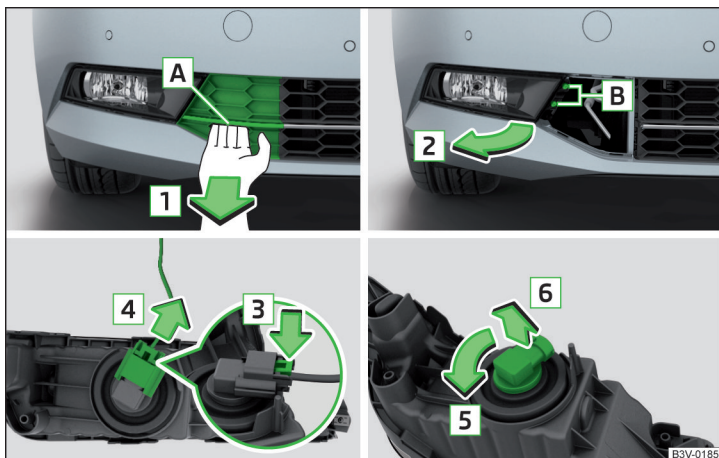

Fig. 264 Demontarea farului de ceață / înlocuirea becului
- › Introduceți degetele în degajarea **A** și scoateți grilajul prin tragere în sensul săgeții **1** » fig. 264.
- › Introduceți farul de ceață în sens contrar săgeții **2** » fig. 264 și înșurubați-l.